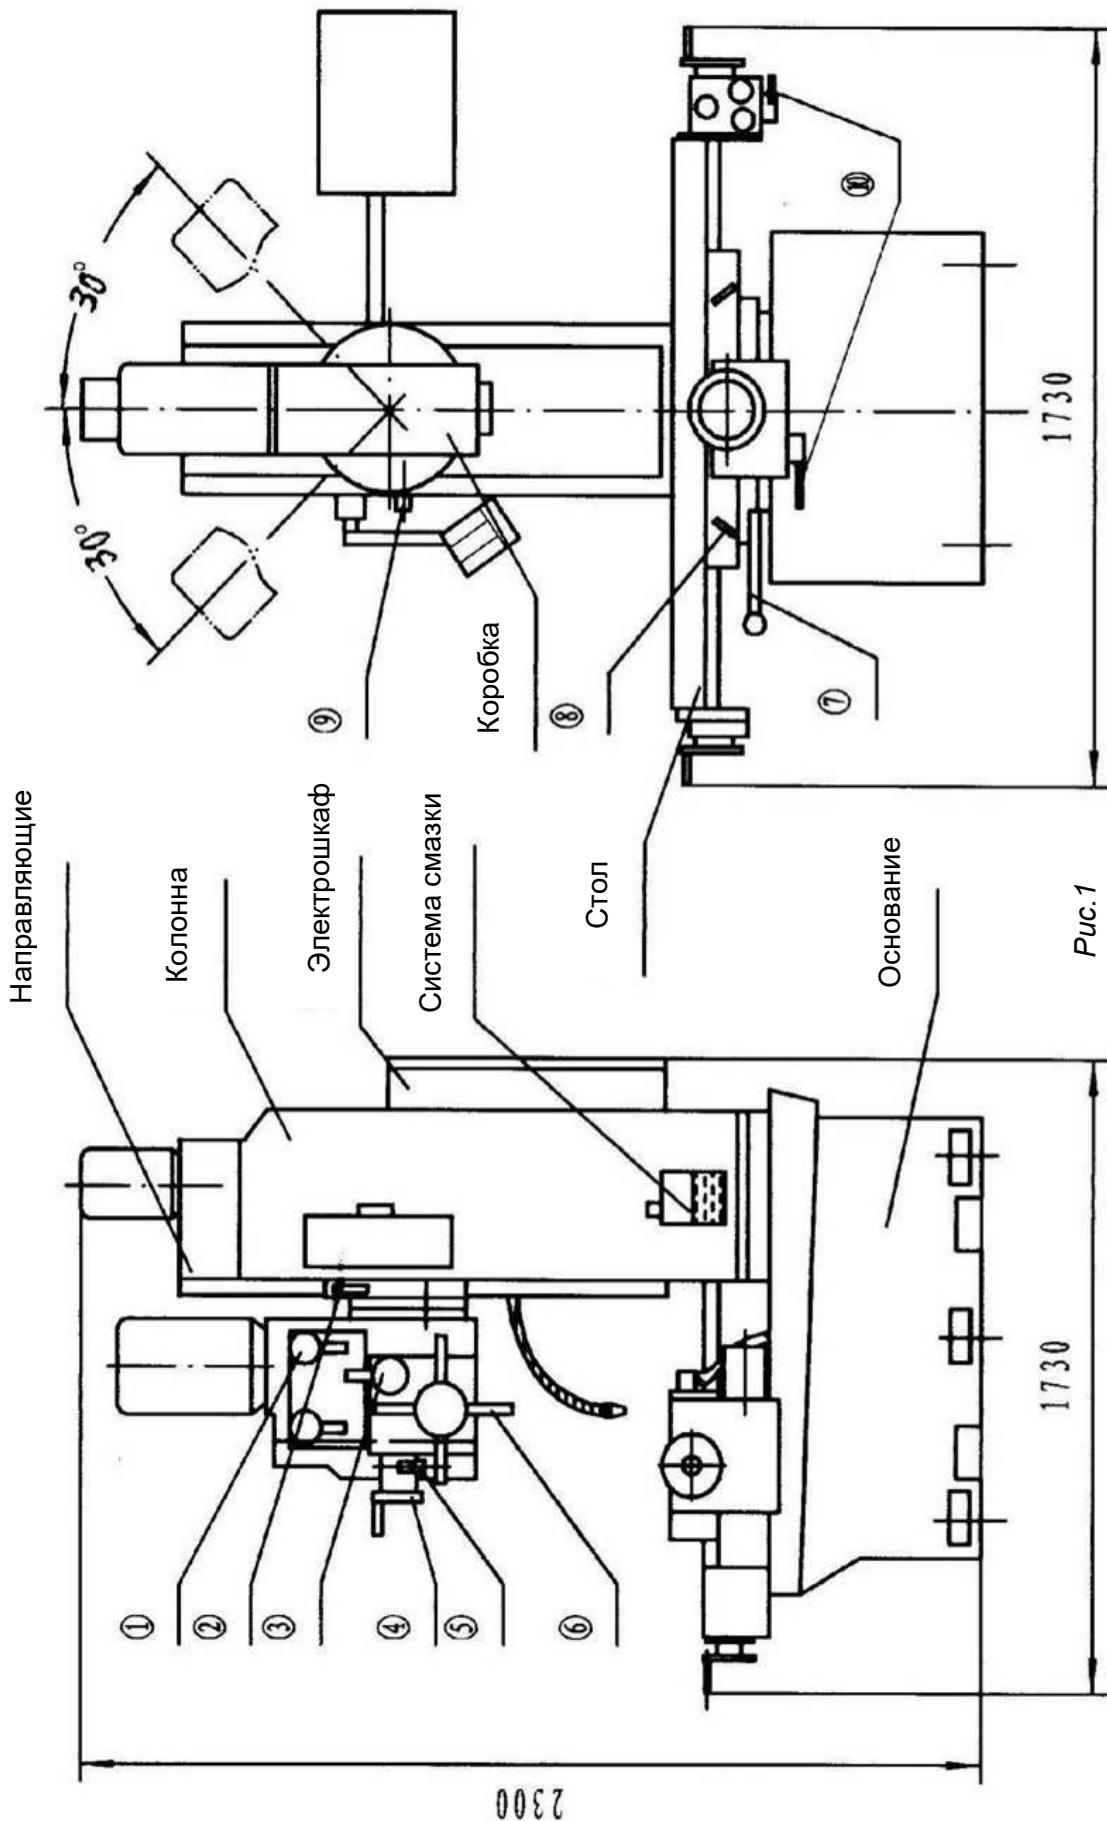

Рис. 1
#### **3.1 Устройство станка: (См. Рис.1 на стр.7)**
**V. Система передач****1. Привод шпинделя (Рис.1)**
1) Частота вращения шпинделя изменяется при помощи переключения шестерен фрезерной коробки. Чтобы изменить частоту вращения необходимо остановить мотор. Переключите рукоятки выбора частоты вращения (1, Рис.1) в требуемое положение. Главный привод включает:
2) Автоматическая подача пиноли шпинделя от системы приводов. Пиноль шпинделя имеет 3 скорости автоматического перемещения, которые выбираются поворотом рукоятки 3 (Рис.1).
- (1) Режим работы выбирается рукояткой 10, Рис.1 в положении «нейтраль» перемещение стола можно осуществлять вручную.
(2) Ознакомьтесь с инструкцией по эксплуатации автоматической подачи стола перед началом работы.
Необходимо ослабить фиксирующие рукоятки 7 и 8 (Рис.1) для осуществления продольного или поперечного перемещения стола как в ручном, так и в автоматическом режиме.
Необходимо ослабить фиксирующую рукоятку 2 (Рис.1) для осуществления перемещения фрезерной головы.